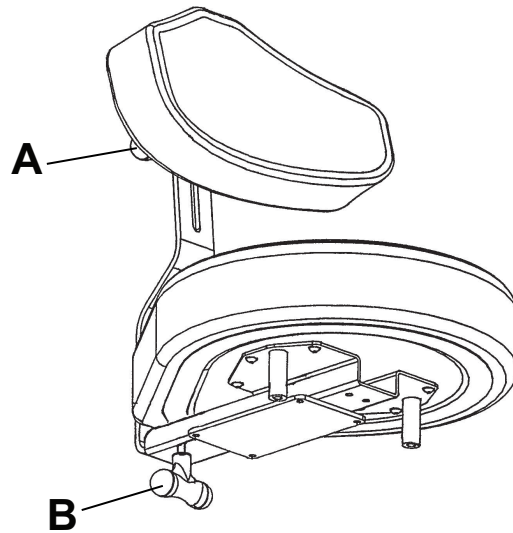

Abbildung 2 – Einstellen der Rückenlehne
1. Den Knopf (A) gegen den Uhrzeigersinn drehen (Abbildung 2).
3. Den Knopf (A) im Uhrzeigersinn drehen, bis die Rückenlehne gesichert ist.
1. Den Knopf (B) gegen den Uhrzeigersinn drehen (Abbildung 2).
3. Den Knopf (B) im Uhrzeigersinn drehen, bis die Rückenlehne gesichert ist.